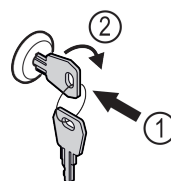

Fig. 146 Примерное изображение
- ▶ Вставьте ключ Fig. 146 (1).
- ▶ Поверните ключ на 90° по часовой стрелке Fig. 146 (2).